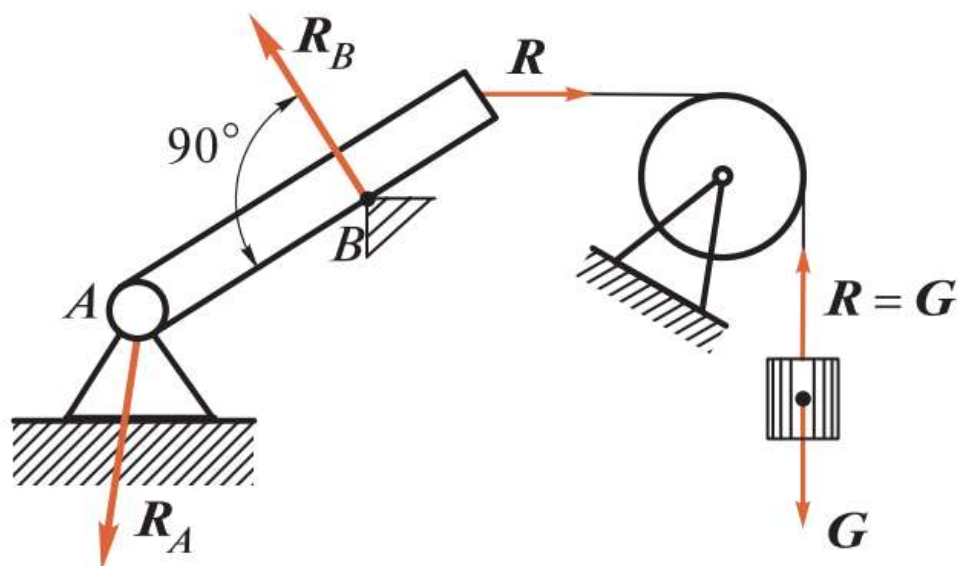
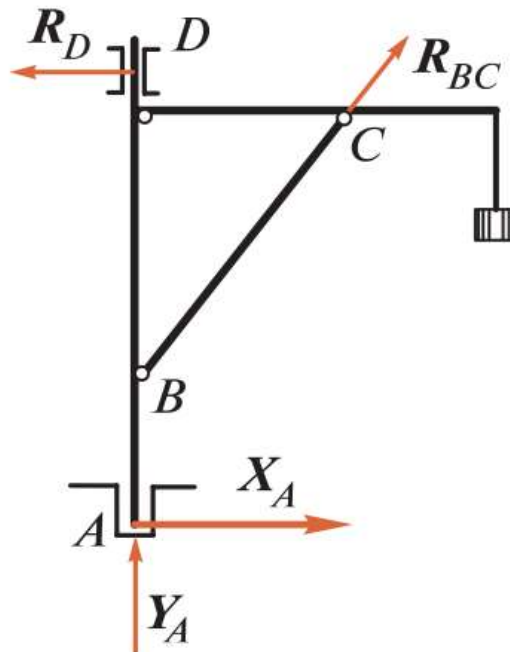

Рис. 1.8
Рис. 1.9
3. *Закрепленная точка или ребро угла* (рис. 1.8, ребро B). В этом случае реакция  $R_B$  направлена по нормали к поверхности идеально гладкого тела в сторону тела, так как нормаль к поверхности тела есть единственное направление перемещения, которое не
4. Гибкая связь (см. рис. 1.8). Реакция  $\mathbf{R}$  гибкой связи не дает телу лишь удалиться от точки подвеса и поэтому направлена *вдоль связи от тела к точке подвеса*. Из рис. 1.8 видно, что гибкая связь, перекинутая через блок, изменяет направление передаваемого усилия (натяжения нити).
5. **Идеально гладкий цилиндрический шарнир** (см. рис. 1.8, шарнир А; рис. 1.9, подшипник D). В этом случае заранее известно только, что реакция  $\mathbf{R}$  *проходит через ось шарнира и перпендикулярна этой оси*, так как шарнирное соединение допускает вращение вокруг оси, но не допускает никаких перемещений тела, перпендикулярных этой оси.
7. **Идеально гладкий подпятник** (рис. 1.9, подпятник А). Подпятник можно рассматривать как сочетание цилиндрического шарнира и опорной плоскости, поэтому будем считать реакцию подпятника состоящей из двух составляющих:  $X_A$  и  $Y_A$ . Полная реакция  $\mathbf{R}_A$  подпятника равна векторной сумме этих составляющих:
8. **Стержень, закрепленный двумя концами в идеально гладких шарнирах и нагруженный только по концам** (рис. 1.9, стержень BC). В этом случае реакция стержня, согласно аксиоме III, может быть направлена только по линии BC, т. е. *по прямой, соединяющей оси шарниров*.